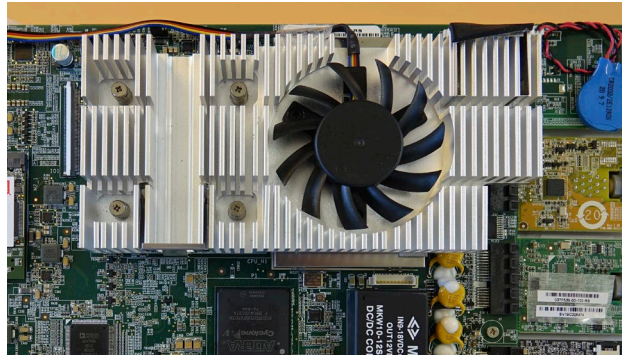

Figura 30 Instalar a ventoinha
- e) **Instale a nova ventoinha com o cabo virado para a extremidade superior da unidade de visualização (Figura 30)**